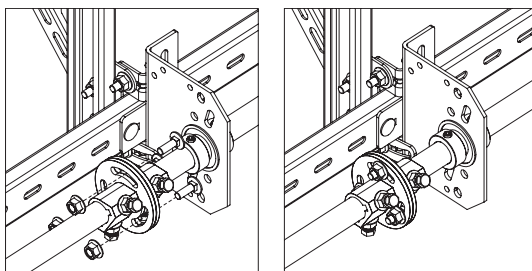

Рис. 26.6
- установить стяжные болты муфты (рис.26.6),